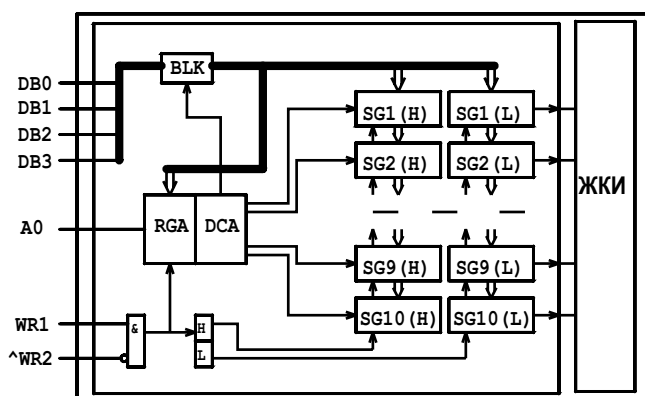
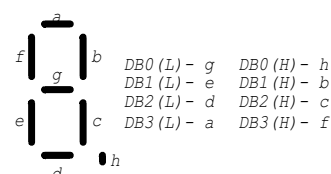

Рис. 2
Рис. 3
Жидкокристаллический модуль MT10T7-7 состоит из БИС контроллера и ЖК панели. Модуль может отображать 10 знакомест (цифр с точкой). Внешний вид приведен на рис.1. Любой сегмент любого знакоместа можно включать и выключать независимо от остальных сегментов. Структурная схема модуля представлена на рис.2. Регистры данных в БИС делятся на две тетрады: SGx(L) и SGx(H). Запись данных в знакоместо производится за два такта: сначала в младшую тетраду, затем в старшую. Младшая тетрада отвечает за сегменты g, e, d, a, а старшая - за сегменты h, b, c, d (см.рис.3). Запись "H" вызывает высвечивание соответствующего сегмента, запись "L" вызывает его гашение.